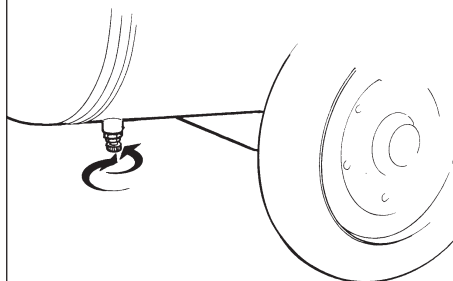

fig. 2
- veiller à ce que le robinet de déchargement de la condensation situé au-dessous du réservoir (*figure 2*) soit fermé;
■ **Décharger la pression du réservoir et des circuits intérieurs moyennant le robinet de déchargement de la condensation avant d'intervenir ou de démonter quelques composants du circuit pneumatique (figure 2); dévisser avec attention afin de purger l'air lentement; contrôler, par l'intermédiaire du manomètre, qu'il n'y ait pas de pression dans le circuit de l'air.**